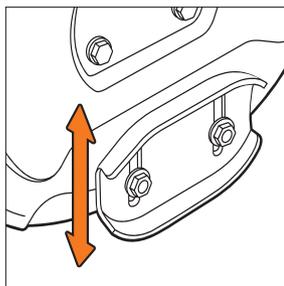

Рис. 17
- Затяните гайки с моментом 25 Н\*м. Лыжи имеют две рабочие поверхности, когда одна из сторон изнашивается переверните на её 180° (Рис. 17).